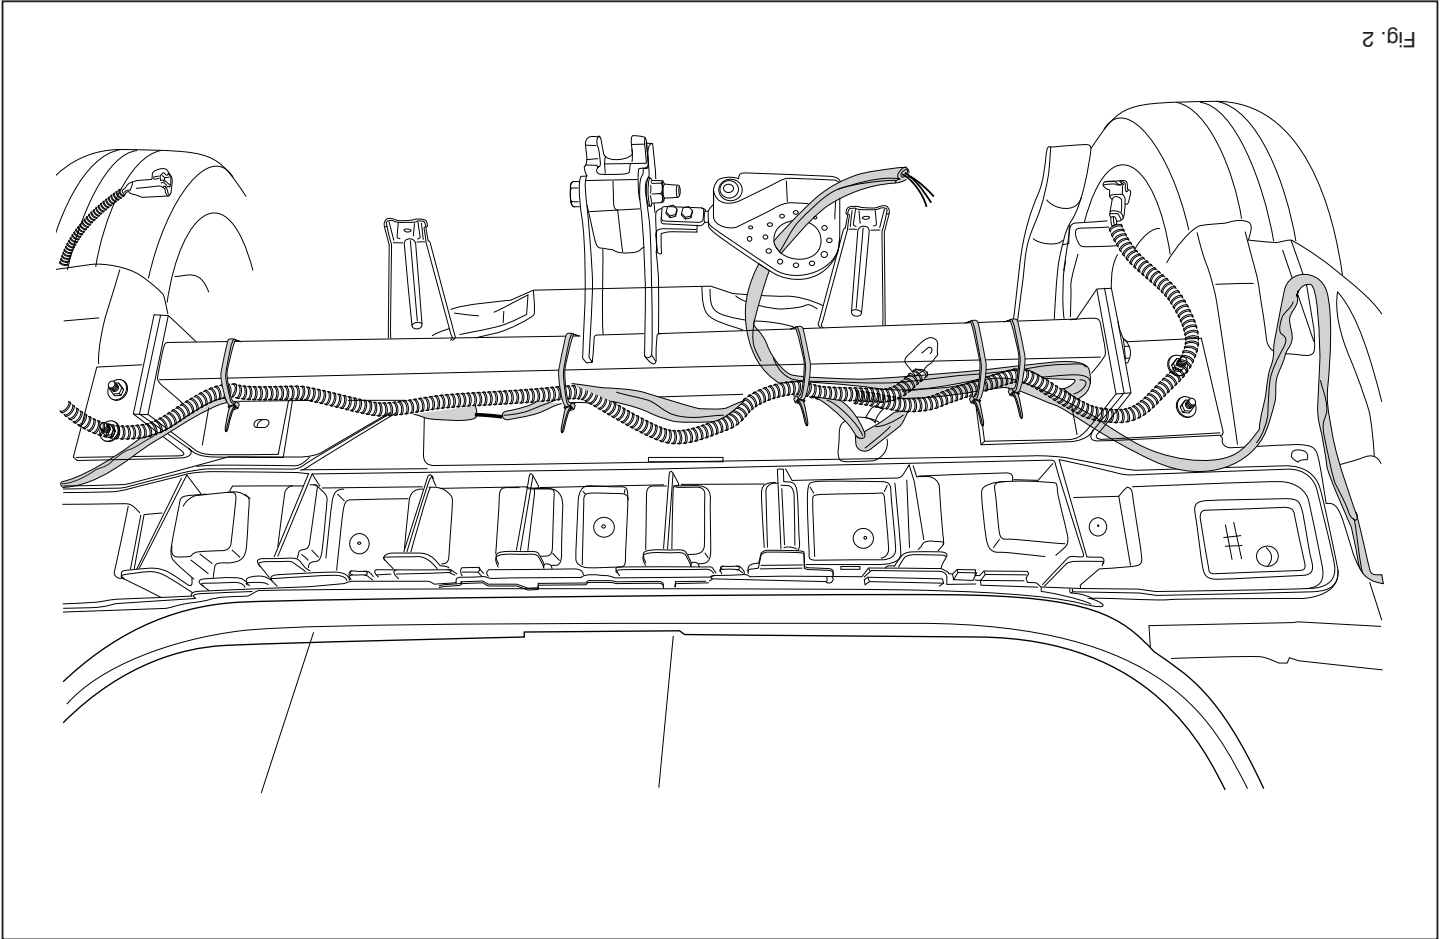

Fig. 2
12. Attach the cables with tie-wraps. See figure 2.
12. Die Kabel mit Kunststoffklemmband festbinden. Siehe Abbildung 2.